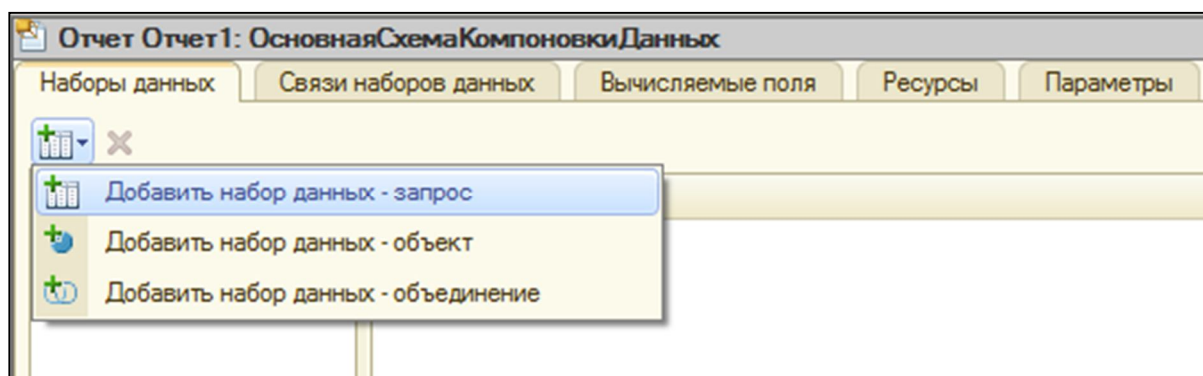
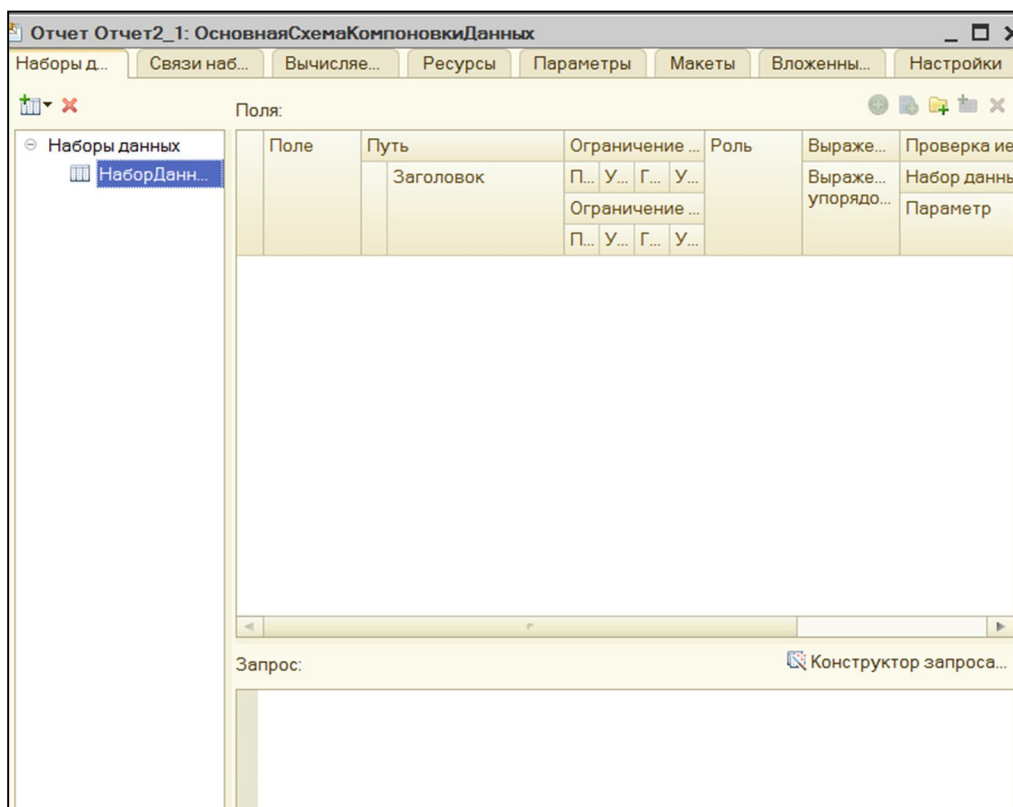

Рис. 45. Окно конструктора схемы компоновки данных
Рис. 46. Добавление набора данных
3) С помощью кнопки «Добавить набор данных» выбрать вариант – «Добавить набор данных – Запрос» (рис. 45). В результате в нижней части экрана появится окно для ввода текста запроса (рис. 46).
В окно «Запрос», расположенное в нижней части, добавить текст (рис. 46):